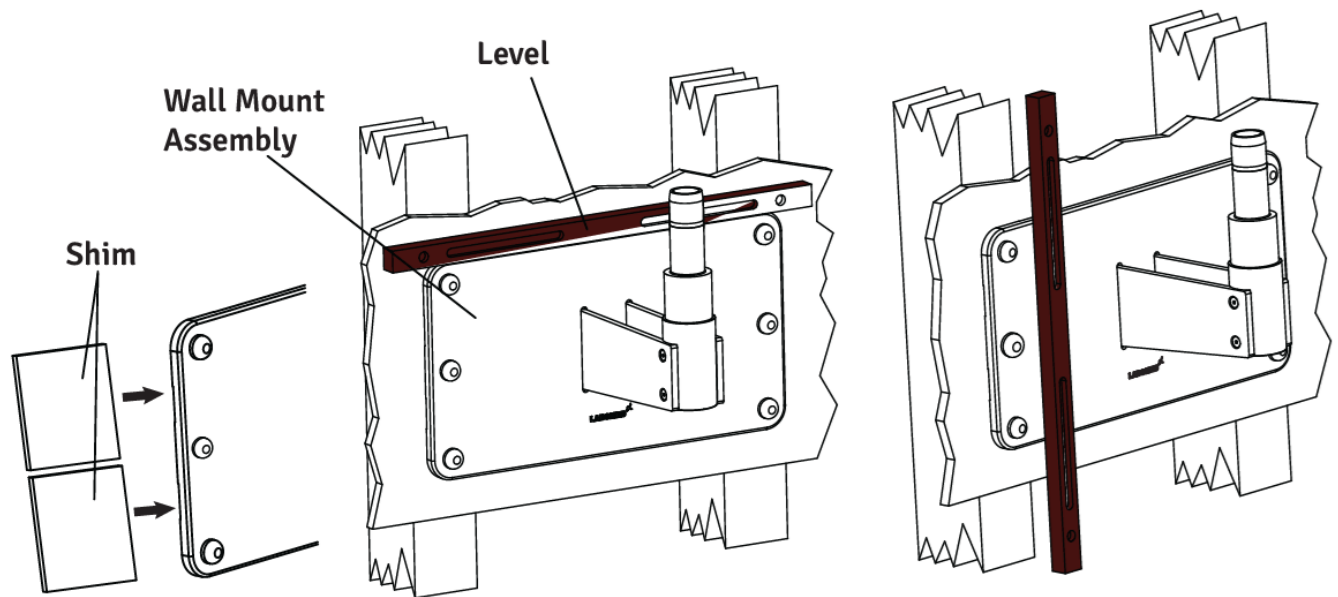

Figura 21
2. Coloque um nível na parte superior da placa traseira para verificar o nivelamento horizontal. Veja a Figura 21.
5. Coloque um nível verticalmente ao longo da face da montagem na parede, em ambos os lados, para garantir que ele esteja perpendicular ao chão. Veja a Figura 21.
6. Se o suporte de parede não for perpendicular, insira material de calço entre o suporte de parede e a parede ao lado dos parafusos de fixação Consulte a figura 21. Verifique com o nível e aperte os parafusos de fixação quando a montagem estiver nivelada.